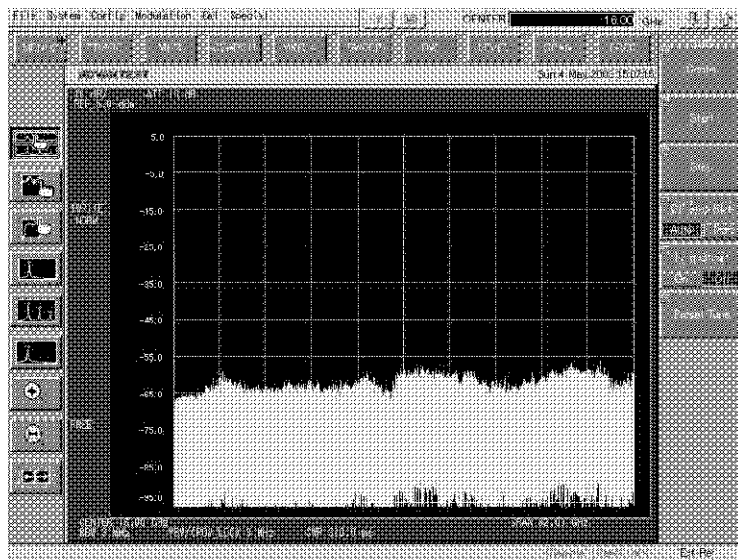

図 3-8 初期設定画面
5. 自己診断で、本器に異常がなければ図 3-8 に示す初期画面が表示されます。
初期画面表示は、前回電源を切るときの設定状態により図 3-8 と異なります。